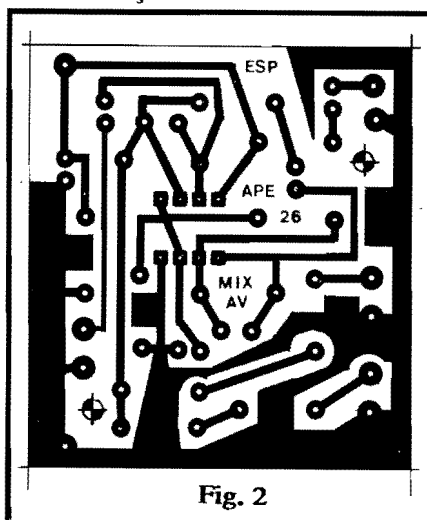

Fig. 2
- **FIG. 2 - Lay out**, em tamanho natural, do padrão cobreado do Circuito Impresso específico para a montagem do MIX-AV. Montagem de circuitos que lidam com sinais de áudio, para amplificação, pré-amplificação ou processamento, devem basear-se em Impressos cuidadosamente desenhados no sentido de evitar captações, interferências, percursos desnecessariamente longos, etc. Recomendamos, assim, que o padrão seja seguido fielmente, para que sejam prevenidos tais problemas. O desenho não é complicado, e o Leitor/Hobbysta que possua o ferramental e material necessário, não encontrará dificuldades na sua confecção. Aos novatos, lembramos que o Encarte **INSTRUÇÕES GERAIS PARA**